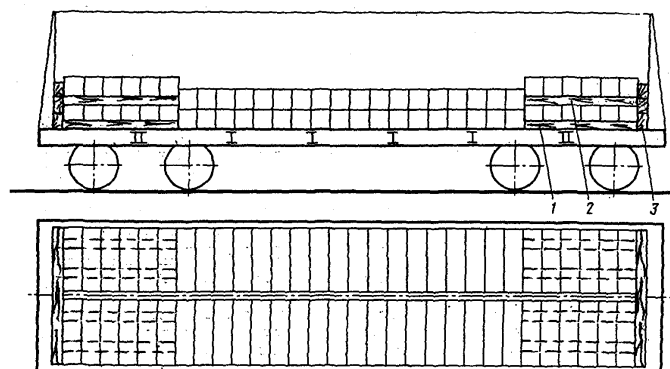

Рисунок 191
8.2.1. Блюмсы длиной 1150-1400 мм в полувагонах (рисунок 191) размещают в два-три яруса по высоте двумя продольными рядами. Блюмсы укладывают поперек вагона вплотную к боковым стенам и торцевым дверям, огражденным торцевыми щитами на высоту погрузки. В случае, если верхние ряды будут неполными, блюмсы укладывают над тележками вагонов.